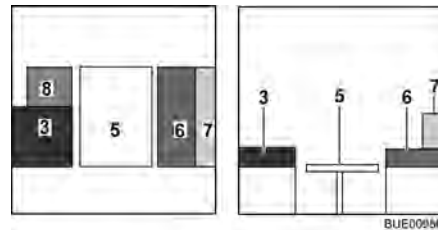

Fig. 109 Durante la transformación
- Pulsar el pulsador en el banco y extraer la prolongación de asiento (Fig. 109,8) hacia delante.